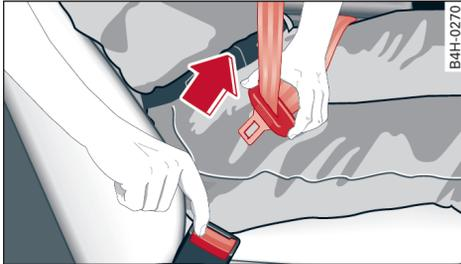

图 242 将锁舌从安全带锁扣中松开
- ▶ 按锁扣上的红色按钮 ⇨ 图 242。锁舌在弹簧力作用下弹出。